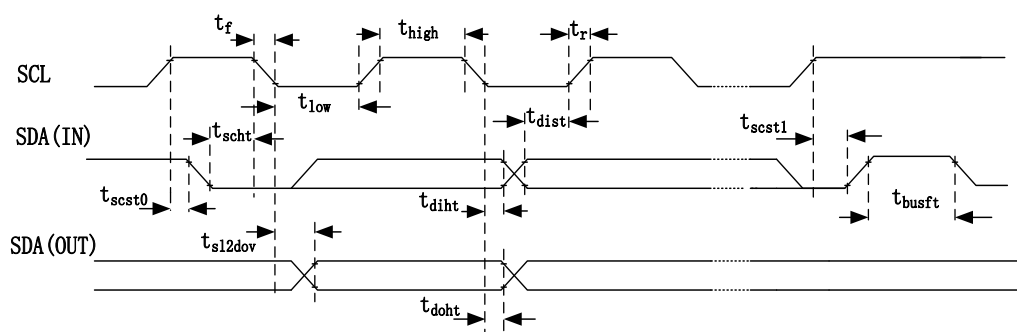

图 1-3 I²C 接口时序
- 1) 图 1-3 是在 400kHz 模式下的 I2C 时序。